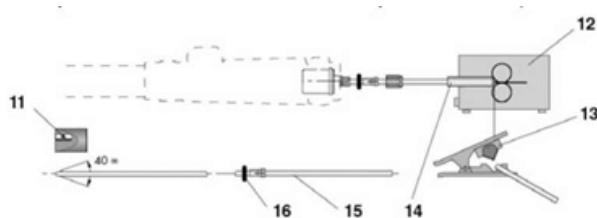

Рис. 2 Монтаж канала из синтетического материала
- Установите упорный ниппель поз. 7, рис. 2, разд. 7.1.1, и уплотнительное кольцо поз. 16, а также накидную гайку поз. 8 на канал поз. 15.
- Держать под упором канал поз. 15 и закрутить накидной гайкой поз. 8, рис. 2, разд. 7.1.1.
- Вставьте центральный разъём поз. 5, рис. 2, разд. 7.1.1 с выходящим из него каналом поз. 15 до устройства подачи проволоки поз. 12.
- Ослабьте центральный штекер поз. 5, рис. 2, разд. 7.1.1.